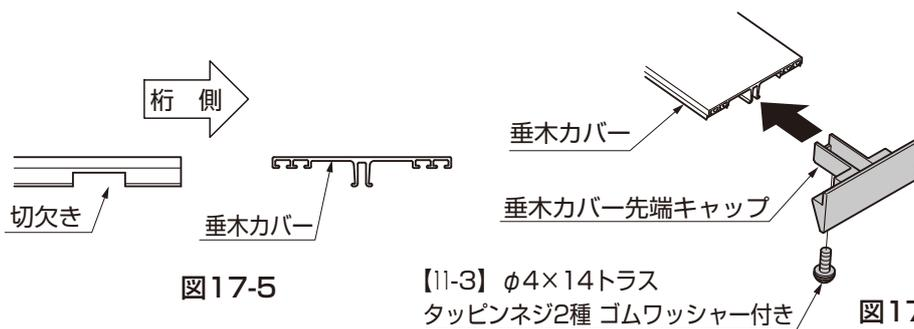

図17-5
- 垂木カバーは切欠きのあるほうを桁側にしてください。(図17-5参照)